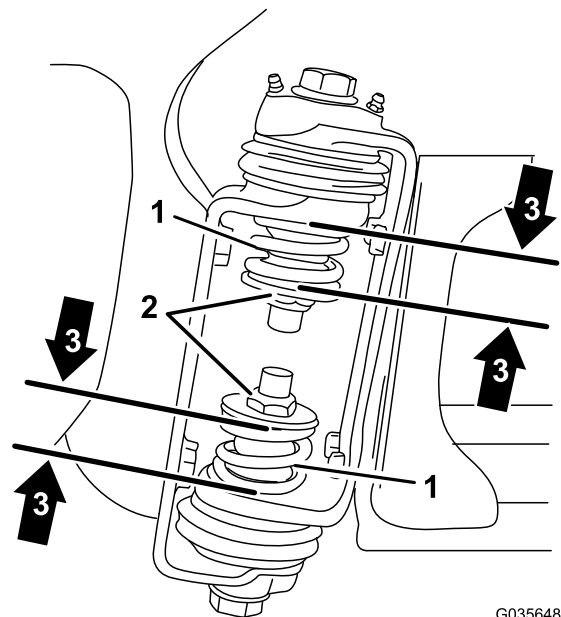

Figure 3
3. À la charnière de rampe, mesurez la hauteur des ressorts supérieur et inférieur quand ils sont comprimés (Figure 3).
- B. Utilisez l'écrou de blocage (Figure 3) pour compresser tous les ressorts qui mesurent plus de 3,96 cm.